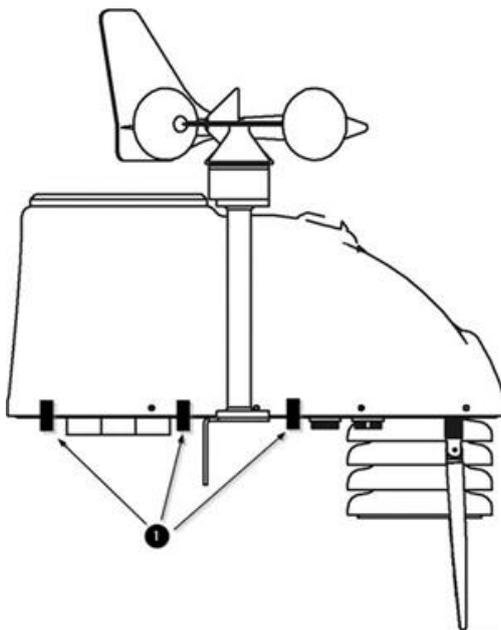

Рис. 3. Схема пломбирования изделий «СОКОЛ-М1», где «1» — место нанесения пломбы.
5.1.7. Место для пломбирования выбирается в соответствии с рис. 3.